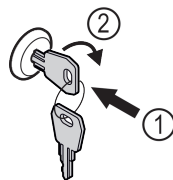

Fig. 153 Reprezentare exemplificatoare
- ▶ Introduceți cheia prin apăsare Fig. 153 (1).
- ▶ Rotiți cheia cu 90° în sensul acelor de ceasornic Fig. 153 (2).